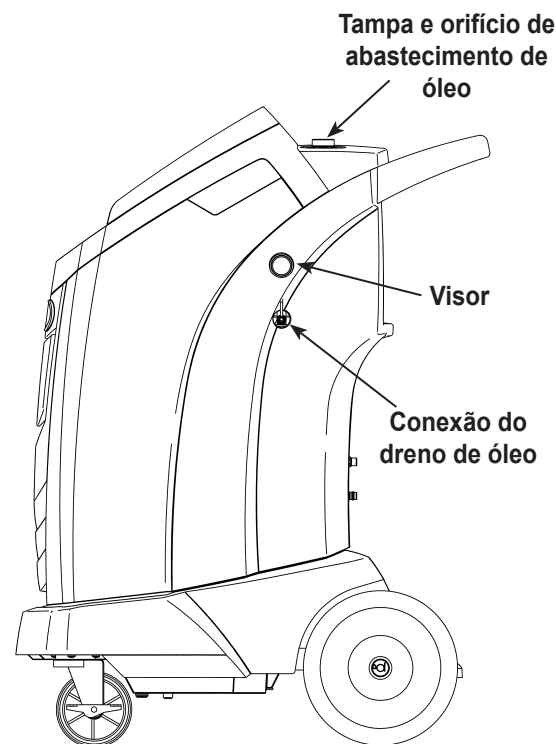

Figura 9
3. **Lentamente** abra a tampa de enchimento de óleo para verificar se não há nenhuma pressão na máquina. Em seguida, remova a tampa cuidadosamente. Ver Figura 9.